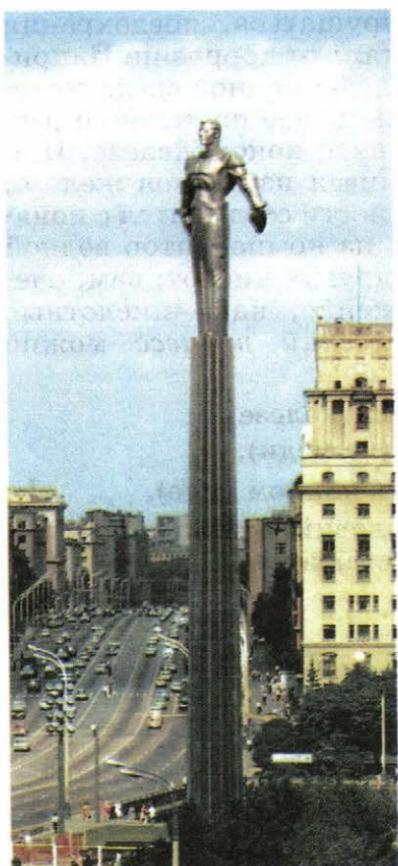

Рис. 122. Памятник Ю. А. Гагарину изготовлен из титанового сплава, не подвергающегося коррозии
2. *Использование нержавеющих сталей*, содержащих специальные добавки. Например, «нержавейка», из которой изготавливают столовые приборы, содержит до 12% хрома и до 10% никеля. В состав лёгких нержавеющих сплавов входят алюминий или титан. Памятник Ю. А. Гагарину (скульптор П. Бондаренко, архитекторы Я. Белопольский, Ф. Гажевский, 1980) облицован пластинками из титанового сплава (рис. 122). На его гладкой блестящей поверхности нет ни одного пятнышка ржавчины.